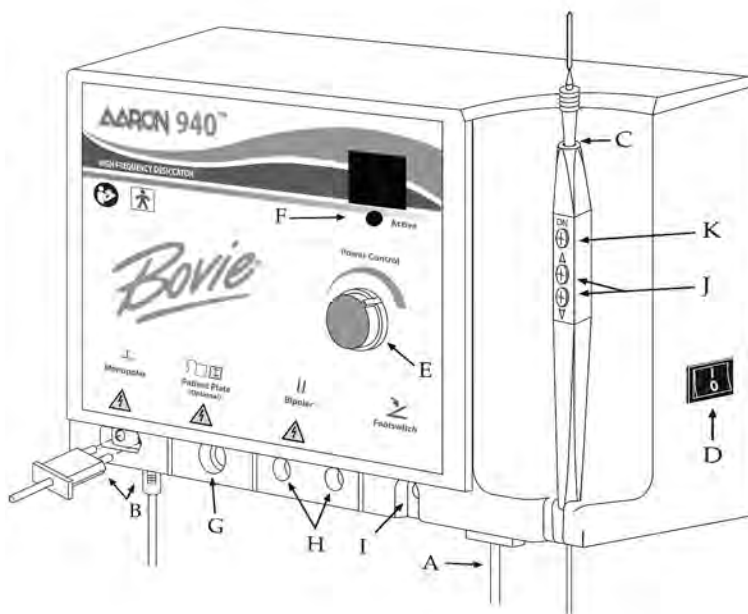

Figura 2
2. Conectați capătul interior al cablului de alimentare la baza unității (consultați figura 2, litera A).
4. Conectați piesa manuală la ieșirea monopolară din partea din stânga jos, pe partea frontală a unității (consultați figura 2, litera B). Priza este proiectată pentru a se potrivi într-o singură direcție. Conectați conectorul mai mic rotund de la piesa manuală la receptorul din partea inferioară a unității (consultați figura 2, litera B). Piesa manuală cu trei butoane este proiectată pentru a oferi medicului controlul complet cu vârful degetelor asupra setărilor de putere.
5. Trageți electrozodul standard pe piesa manuală până când acesta se fixează ferm (consultați figura 2, litera C). Piesa manuală acceptă majoritatea electrozodilor standard de 2,5 mm ($3/32''$).
7. Porniți unitatea folosind comutatorul de pe panoul din partea dreaptă a unității (consultați figura 2, litera D).
8. Setări puterea folosind fie comenzile de pe partea frontală a unității (consultați figura 2, litera E), fie cele de pe unitatea Aaron 940™ numai cu ajutorul butoanelor sus și jos de pe piesa manuală (consultați figura 2, litera J). Atunci când nivelul de putere este ajustat cu ajutorul piesei manuale, modificarea nivelului de putere va fi indicată printr-un ton acustic. Apăsarea lungă a butoanelor sus și jos va duce la modificarea mai rapidă a setărilor de putere, pentru reglarea rapidă a acestora. Puterea este afișată în trepte de 1 watt pentru valori sub 10 wați și numere întregi pentru valori cuprinse între 10 și 40 wați.
9. Pentru a activa unitatea, îndepărtați piesa manuală din suport. Așezați piesa manuală în poziția dorită și apăsați butonul de activare (consultați figura 2, litera K). Când unitatea este activă, este emis un ton acustic, iar becul albastru este aprins (consultați figura 2, litera F).
10. Pentru a utiliza placa opțională de împământare cu cablu (A802EU), conectați cablul la placa de împământare (consultați figura 2, litera G) și conectați celălalt capăt la placa de împământare. Placa trebuie așezată sub pacient, în punctul în care întreaga placă este acoperită de piele.
11. Pentru a utiliza cablul opțional bipolar (A827BP), conectați cablurile la ieșirile bipolare (consultați figura 2, litera H). Cablul se conectează apoi la forceps. Utilizarea simultană a amândurora este împiedicată de un limitator glisant instalat în spatele ieșirilor monopolare și bipolare.
12. Comutatorul opțional de picior (A803) se conectează la ieșirea pentru comutatorul de picior și amplasat pe podea (consultați figura 2, litera I). Comutatorul de picior poate fi folosit pentru procedurile monopolare și trebuie folosit pentru procedurile bipolare.